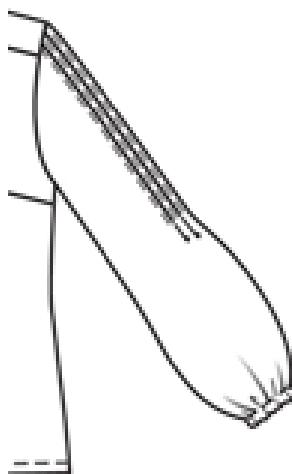

Рисунок 1 – Фрагмент блузки. Обработка рукава
**Второй этап:** Моделирование фрагмента заданной модели «Обработка рукава» (стр. 7, рис. 1) в натуральную величину и изготовление лекал
**Третий этап:** Изготовление (пошив) образца фрагмента заданной модели (стр. 7, рис. 1) женской блузки.
1) Внешний вид фрагмента заданного изделия должен полностью соответствовать техническому рисунку модели и художественно-техническому описанию (стр. 3, табл.1) и рисунку фрагмента (стр. 7, рис. 1).